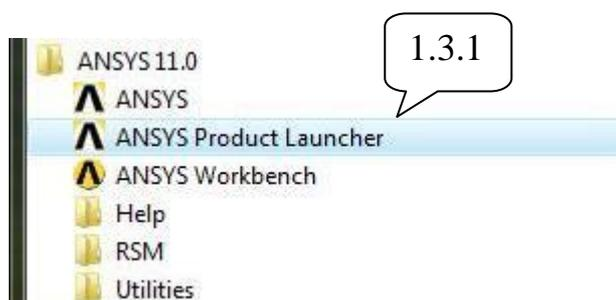

Рисунок 1.1 – Запуск ANSYS Product Launcher
1.3.1. Последовательно укажите левой кнопкой мыши (далее ЛКМ) «Пуск → Все → ANSYS Product Launcher» (рисунок 1.1).